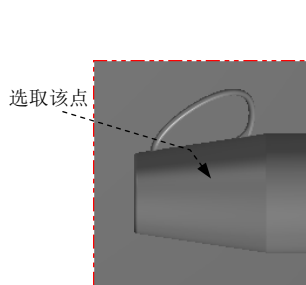
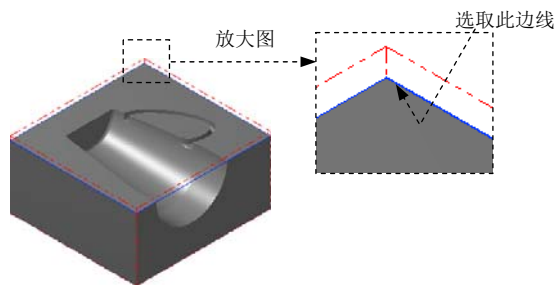

图 21.4 定义基准点
图 21.5 绘制矩形边界
Step1. 绘制矩形边界。单击顶视图 按钮，选择下拉菜单 **绘图(C)** → **矩形(R)...** 命令，系统弹出“矩形”工具栏。在“矩形”工具栏中确认 按钮被按下，选取图 21.4 所示的坐标原点，然后在 后的文本框中输入值 160，在 后的文本框中输入值 170，按 Enter 键。单击 按钮，完成矩形边界的绘制，结果如图 21.5 所示。
Step3. 设置加工区域。在图形区中选取图 21.5 所示的边线，系统自动选取图 21.6 所示的边链。单击 按钮，完成加工区域的设置，同时系统弹出“2D 刀具路径-平面铣削”对话框。